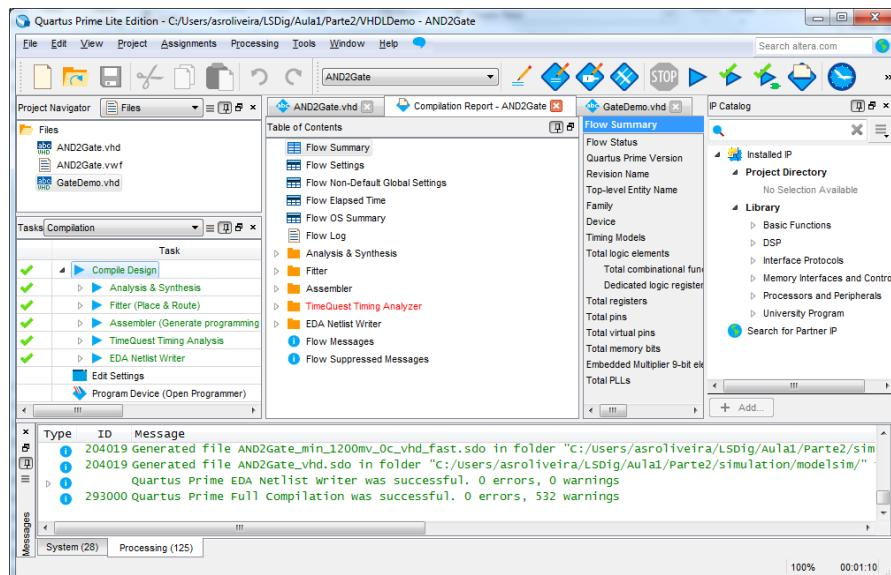

Figura 43 – “Altera Quartus Prime” IDE após compilação (implementação) completa do projeto.
14. Efetue a síntese e implementação do projeto através do comando “*Compile Design*”. No final da compilação o IDE deve apresentar o aspeto da Figura 43.